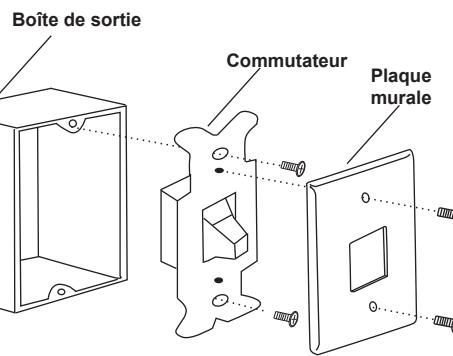

Fig. 1
1. Coupez l'alimentation à la boîte à fusibles ou au disjoncteur et retirez la plaque murale et l'interrupteur existants, ne retirez pas les fils avant de noter leur position. (Figure 1).